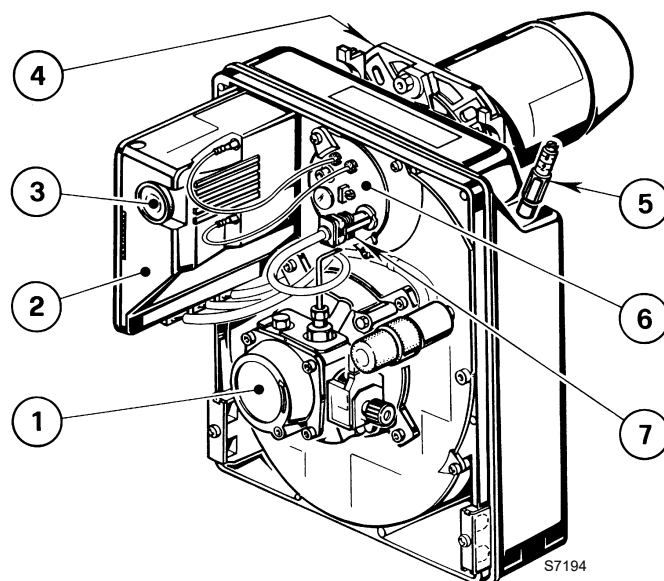

Abb. 1
- Effettuare la pulizia del sensore fiamma (7, Fig. 1, a pag. 1).